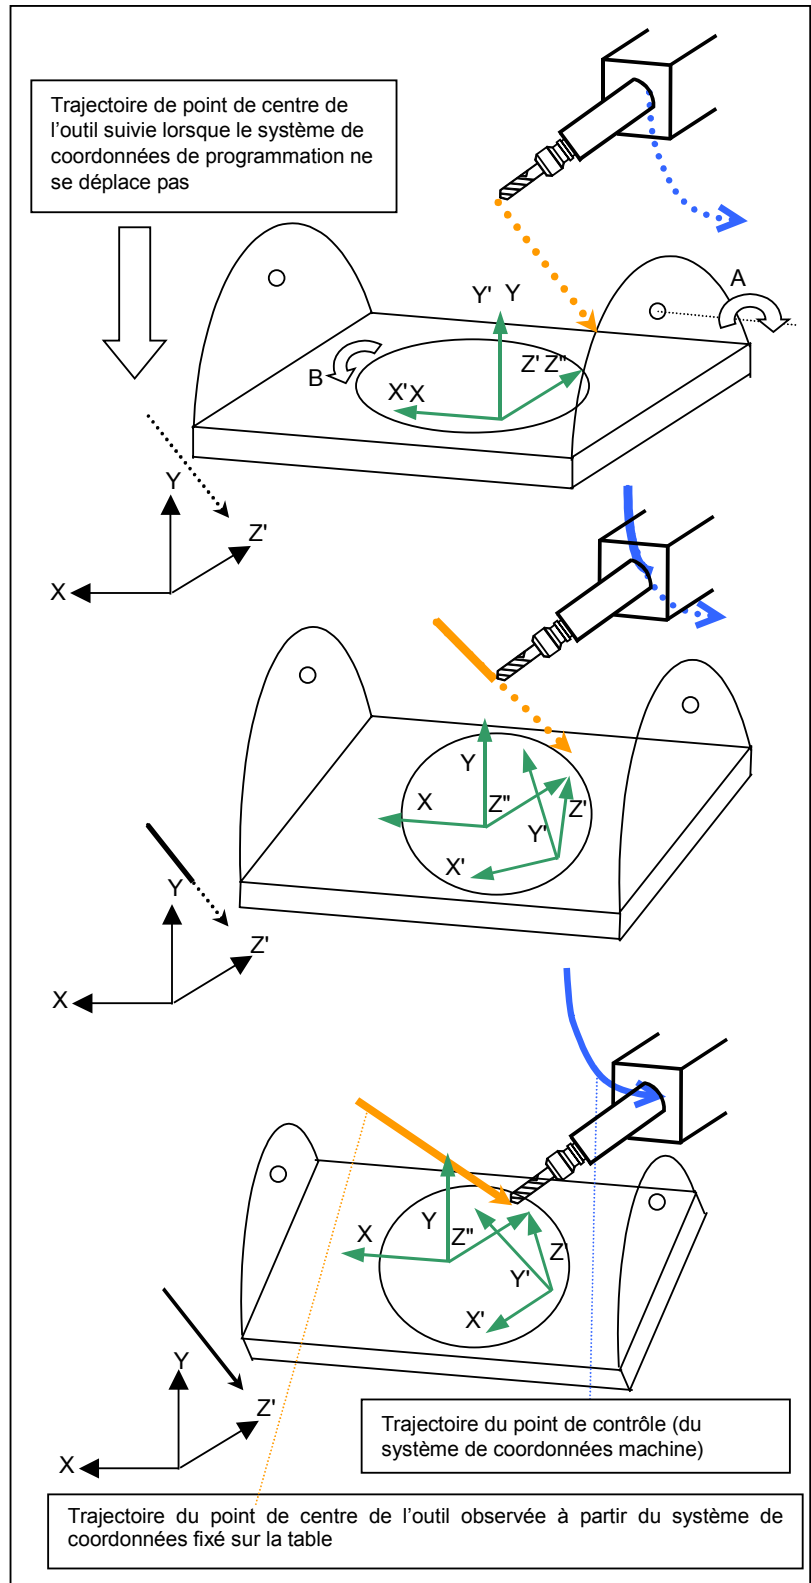

Fig. 21.1 (k) Exemple pour une machine à table rotative
Les explications données ci-dessous supposent une configuration de machine de type mixte dotée d'un axe de rotation de table (qui tourne autour de l'axe X) et d'un axe de rotation d'outil (qui tourne autour de l'axe Y). (Cf. Fig. 21.1 (I)).